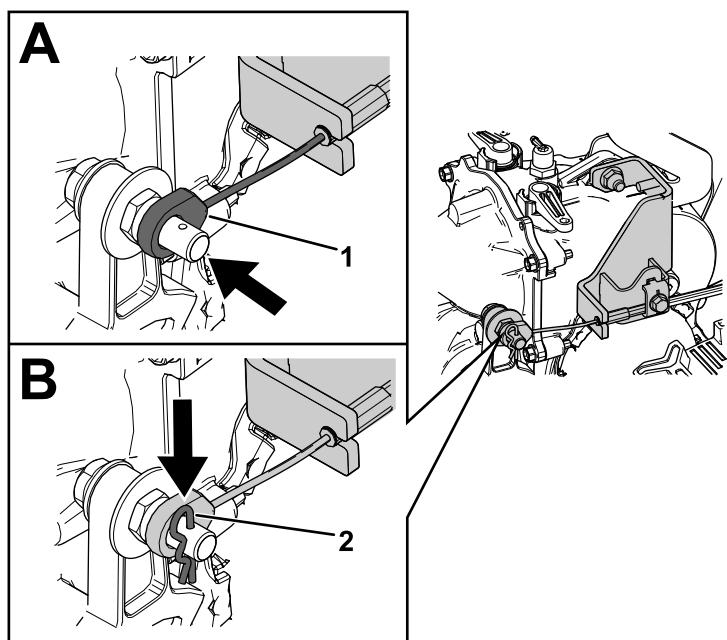

Figure 14
4. Installez le câble sur le boulon de la transmission hydrostatique et fixez-le en place avec la goupille fendue (Figure 14).